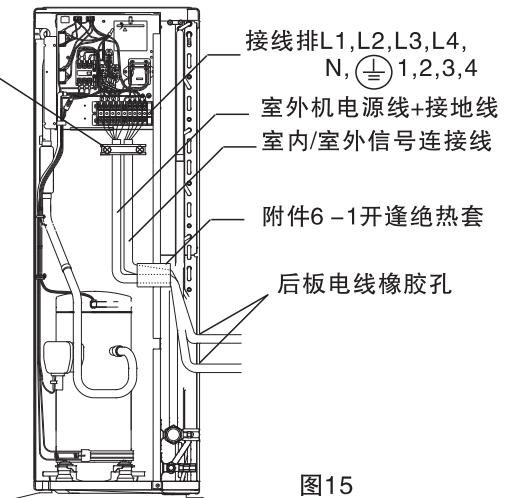

图 15
- (1) 拆下室外机接线盖板。 电线压板
- (2) 如图 15 所示，按电气原理图接线。
- (3) 三相机型设有欠相、错相保护。当三根相线一根断路或三根相线顺序不对时，机器将不能正常运转。此时应：
- (4) 配线先经过后板橡胶孔，然后嵌于中立板凹槽内，再和接线排连接。（嵌于中立板凹槽内的配线的部分要求和随机附件 6-1 相裹。如图 15）